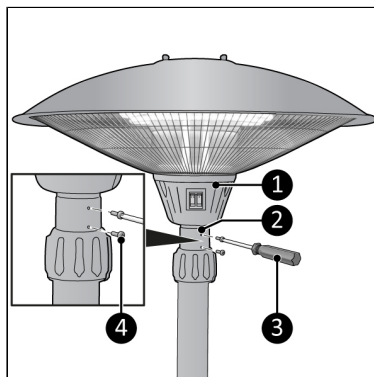

Figure 47.
8. Fixez le capot chauffant (Figure 47, pos. 1) au tube réglable (Figure 47, pos. 2) à l'aide de deux petites vis (Figure 47, pos. 4) et d'un tournevis cruciforme (Figure 47, pos. 3).